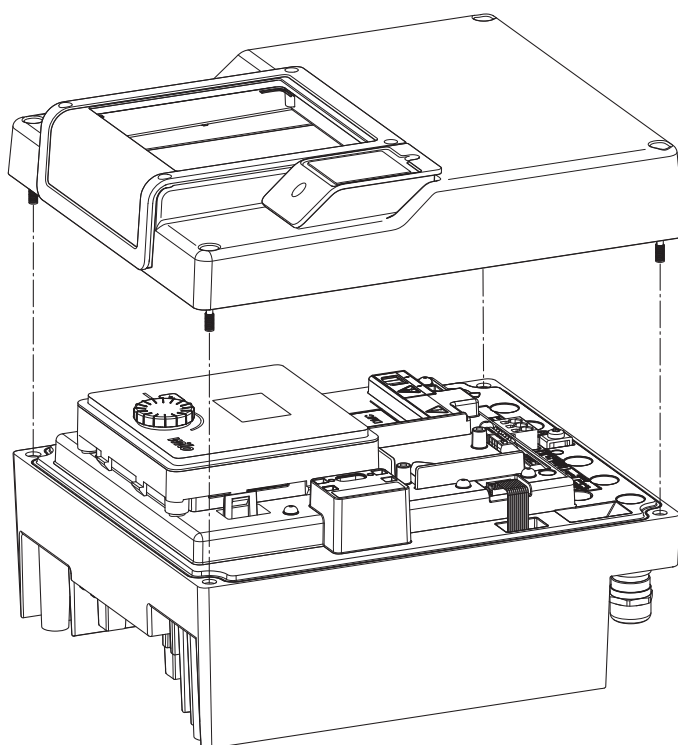

Fig. 45: Afdekking electronicamodule openen
- Open de afdekking van de electronicamodule. (Fig. 45).